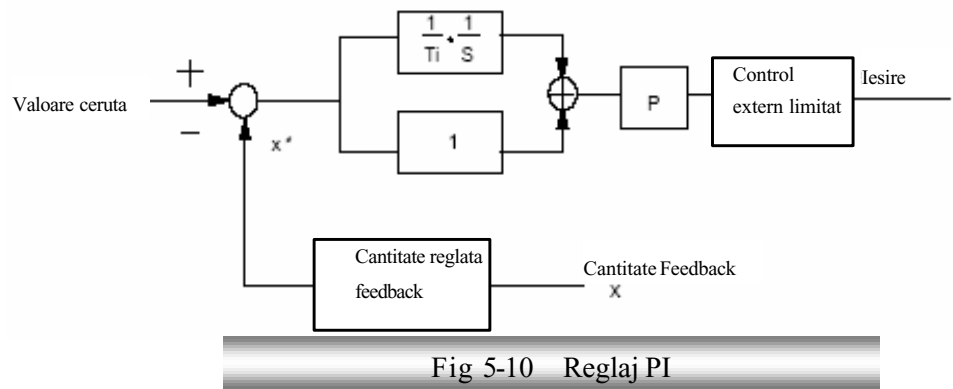

Fig 5-10 Reglaj PI
· Castigul proportional (P) , timpul integral (Ti) sunt indicate in Fig 5-10. Constanta timp feedback se refera la timpul cerut pentru cantitatea de feedback X . Ti este timpul integral. Cu cat Ti este mai mare, cu atat sistemul raspunde mai lent . Castigul proportional actioneaza invers : cu cat P este mai mare cu atat sistemul raspunde mai rapid .